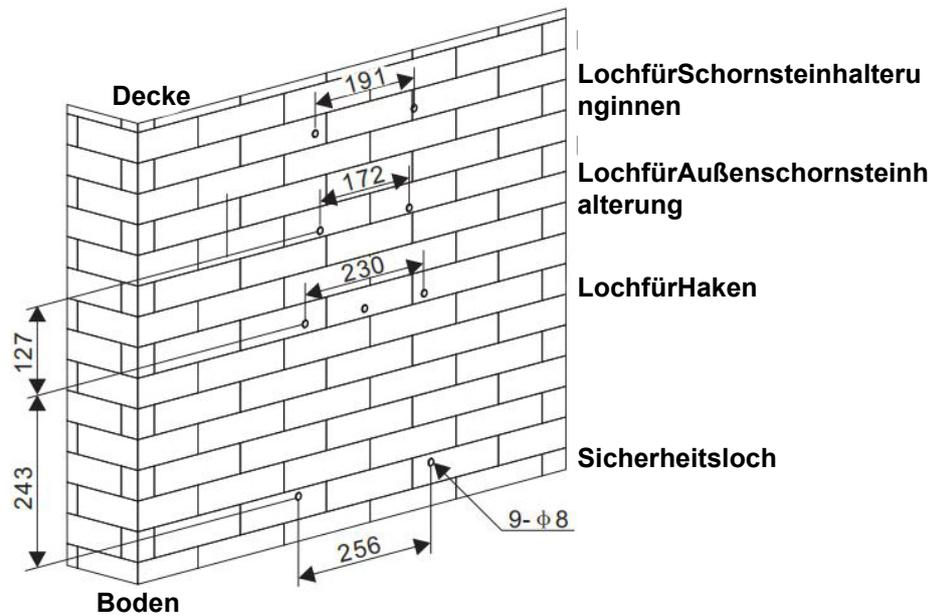
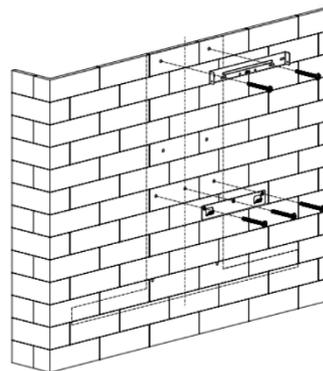

Abb. 2
Abb. 4
3. Nachdem Sie die Einbauhöhe der Dunstabzugshaube überprüft haben, bohren Sie 9 $\phi 8$ Löcher für den Haken, die Innenschornsteinhalterung, die Außenschornsteinhalterung und die Sicherheitslöcher, und setzen Sie dann Dübel in die Löcher ein. Siehe Abb. 2 und 3. Befestigen Sie den Haken und die innere Schornsteinhalterung mit Schrauben $St4*40mm$ an der Wand. Siehe Abb. 4.